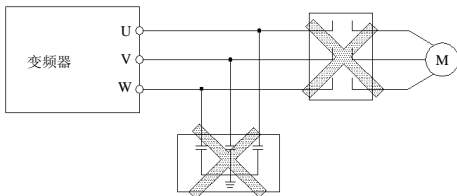

图 3-3 变频器与电机之间禁止使用接触器和吸收电容
- (1) 接线前，确保已完全切断电源 10 分钟以上，否则有触电危险。
- (2) 严禁将电源线与变频器的输出端 U、V、W 连接。
- (3) 变频器本身机内存在漏电流，中大功率变频器整机的漏电流大于 5mA，为保证安全，变频器和电机必须安全接地，接地线一般线径为 3.5mm2 以上铜线，接地电阻小于 10 $\Omega$ 。
- (4) 变频器出厂前已通过耐压试验，用户不可再对变频器进行耐压试验。
- (5) 变频器与电机之间不可加装电磁接触器和吸收电容或其它阻容吸收装置，如图 3-3。
- (6) 为提供输入侧过电流保护和停电维护的方便，变频器应通过中间继电器与电源相连。
- (7) 继电器输入及输出回路的接线(X1~X5、OC、FWD、REV)，应选用 0.75mm2 以上的绞合线或屏蔽线，屏蔽层一端悬空另一端与变频器的接地端子 PE 或 E 相连，接线长度小于 20m。